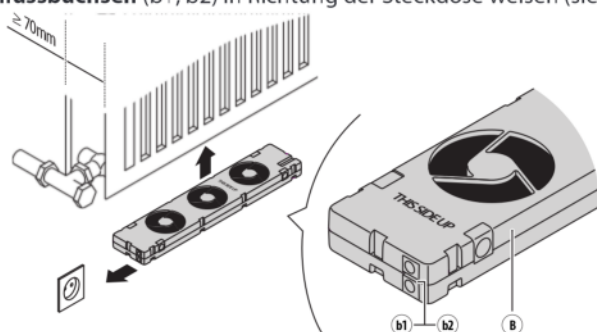

Abb. 1 - Position des SpeedComfort (B1).
1. Stellen Sie sicher, dass der **SpeedComfort** (B1) nach oben weist und dass die **Anschlussbuchsen** (b1, b2) in Richtung der Steckdose weisen (siehe Abb. 1).